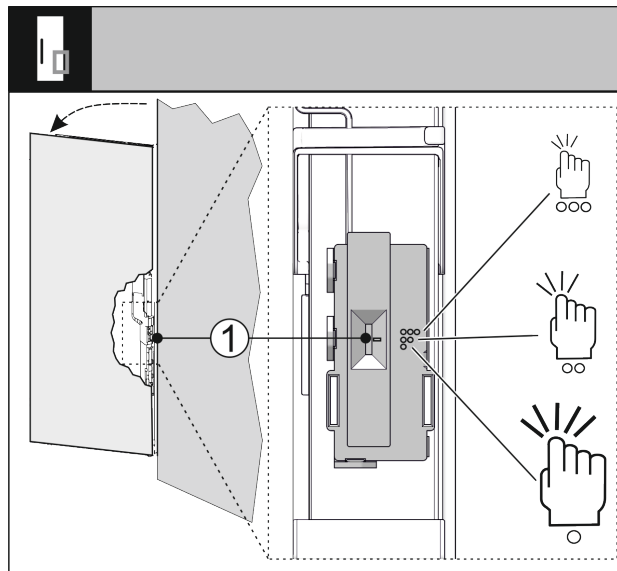

Fig. 71
Citlivosť snímača klopania môžete nastaviť pomocou spínača Fig. 71 (1). Spínač je na strane závesu v spodnej tretine dverí.
- ▶ Posuňte spínač Fig. 71 (1) do požadovanej polohy spínača.